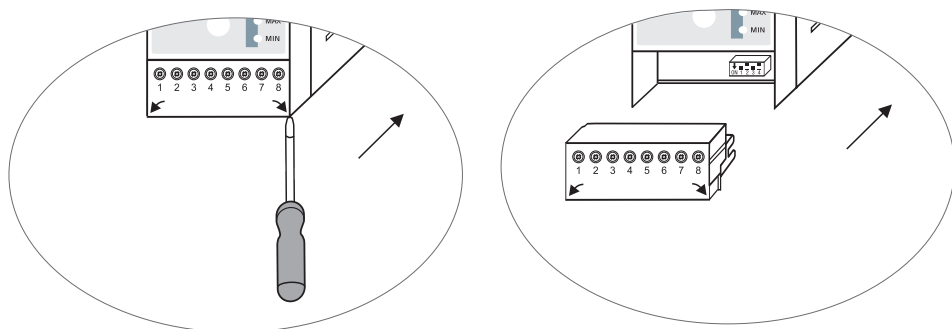

Рис. 6
- Снимите нижнюю и верхнюю клеммные планки. **Рис. 6**